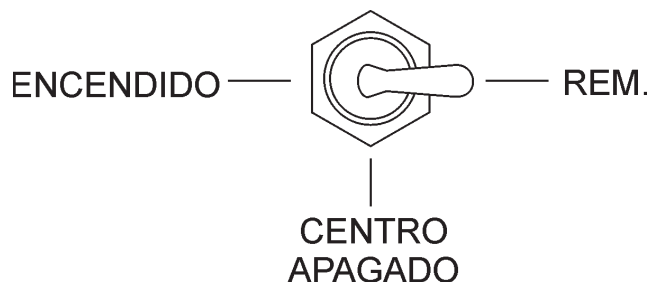

Figura 30. Interruptor del control de la bomba (apagado)
12. Gire el **interruptor del control del tiempo del cilindro** a la posición **OFF (APAGADO)** (Figura 30). La bomba todavía no está lista ahora para ser operada. Refiérase a la sección de **Procedimientos de operación**, de este manual para las instrucciones de preparación y operación.